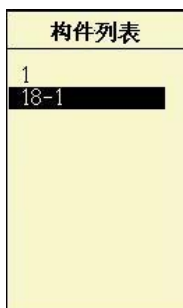

图 5.3 构件选择
3. **构件：**用于设置被测构件的构件名称，用户直接输入即可，如果用户想打开并查看已经完成测试的构件的检测数据，按**确认**键选择相应的构件即可，如图 5.3，和工程的输入完全相同，需要注意的是，输入的字符不能超过 8 位。